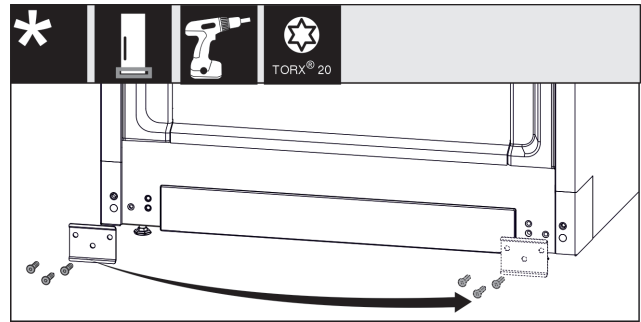

Fig. 13
- ▶ Открутите лист, переставьте на другую сторону и снова прикрутите. Fig. 13 (1)